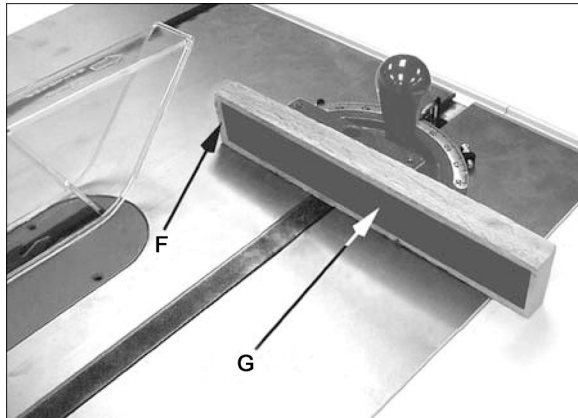

Figure 9-9
Pour augmenter l'efficacité de la jauge à onglets pour les coupes transversales, certains utilisateurs installent une rallonge en bois (F, Figure 9-9) avec une bande de papier de verre (G) collée pour aider à tenir la pièce à travailler.